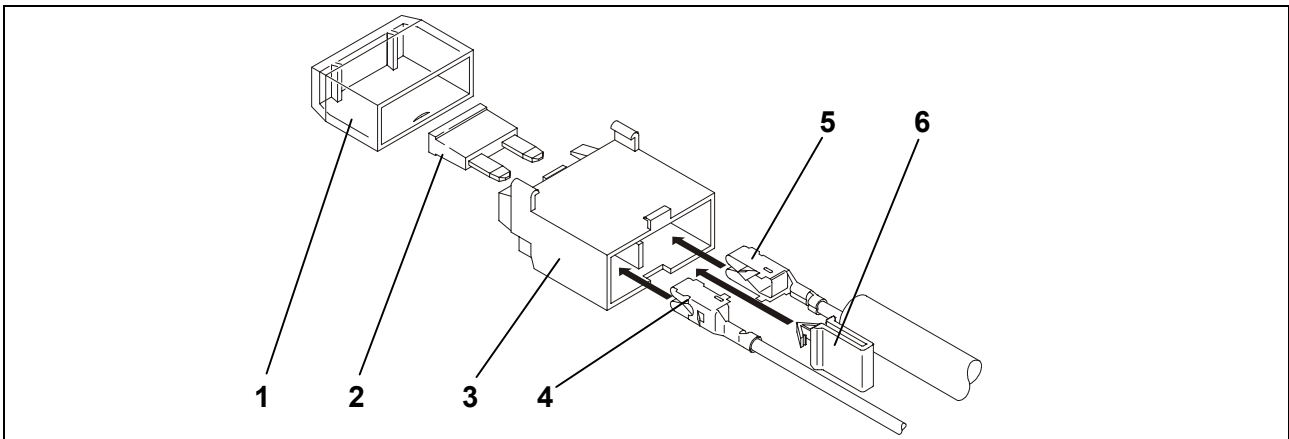

Fig. 2 : Montaggio portafusibili
15. Posare il cavo rosso e rosso/nero (fig. 2/4-5) dello spinotto a 18 poli al portafusibili (fig. 2/3).
16. Inserire la boccola della spina piatta di questo cavo rosso e di quello presente nel portafusibili (fig. 2/3) ed inserire la clip gialla (fig. 2/6).
17. Avvitare il cavo singolo rosso al polo positivo della batteria oppure al portafusibili del veicolo. Inserire il fusibile (fig. 2/2) e posizionare il coperchio (fig. 2/1).